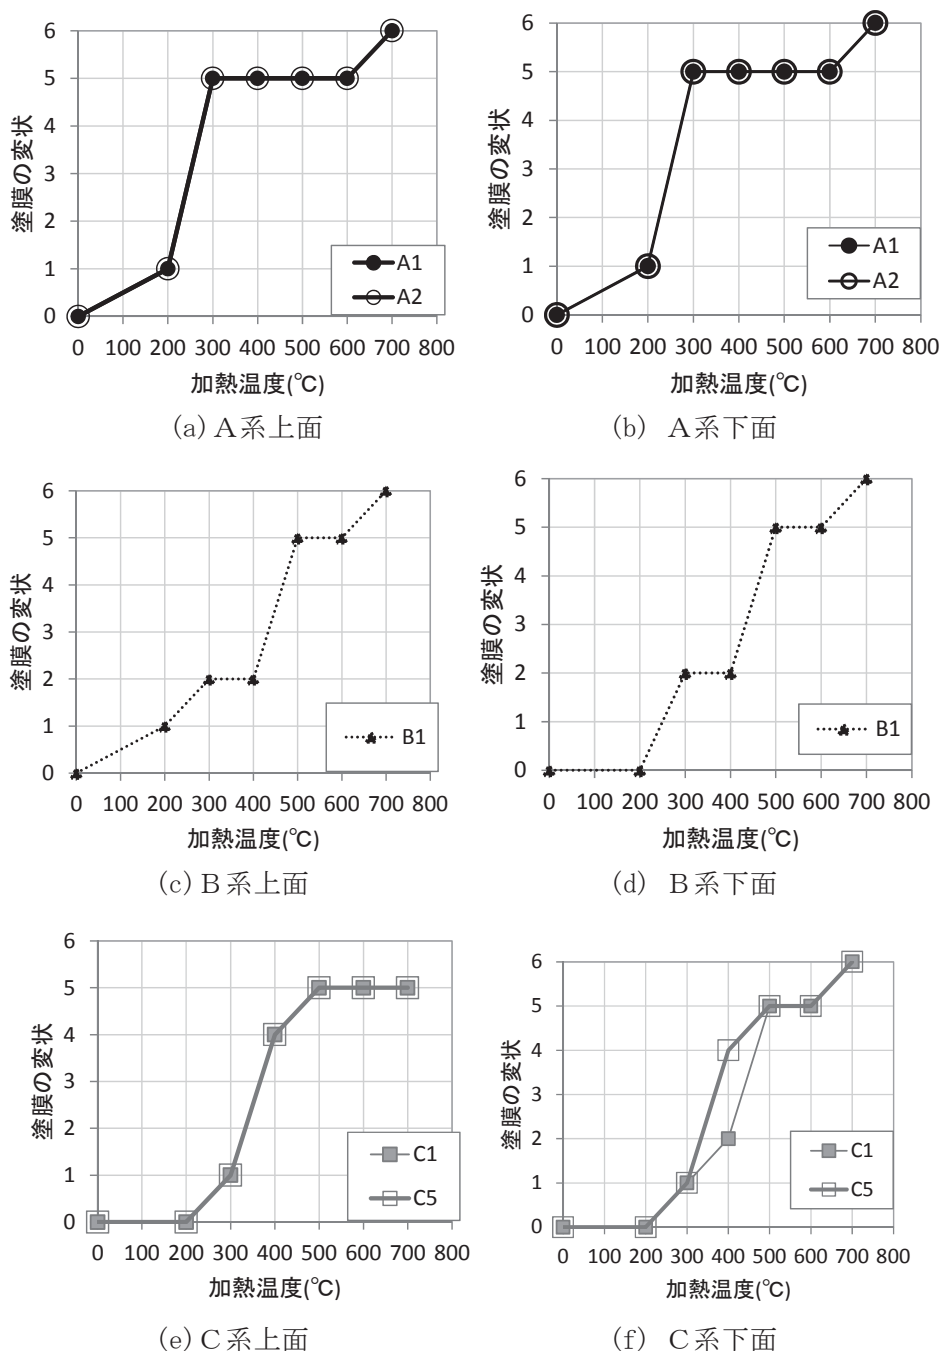

図 3.5.4 塗膜の変状を一般化した指標と加熱温度の関係 (電気炉加熱試験)
(4) まとめ
電気炉加熱試験の塗膜損傷は、いずれの塗膜系においても、上塗りが炭化して黒く変色し、さらに高温になると下塗りが変色する。塗膜の変状を一般化した6段階の指標を用いて、各塗装系と加熱温度で整理した結果を図3.5.4に、塗装状態と加熱温度の関係を表3.5.4(1), (2)に示す。